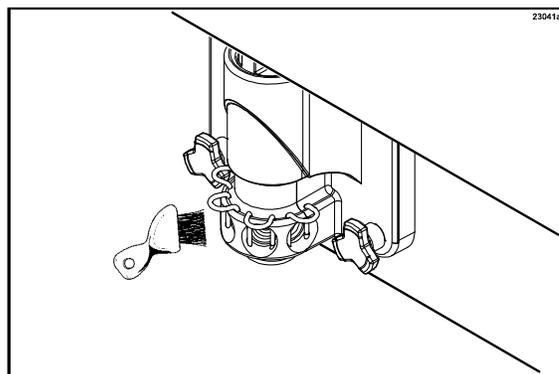

図56
11. シロップポートブラシ(ドアスパウトブラシ)で各シロップポートを10~15回ブラシ洗浄します。各ポートをブラシ洗うときは、その都度洗浄溶液にブラシを浸してください。(図56を参照)。